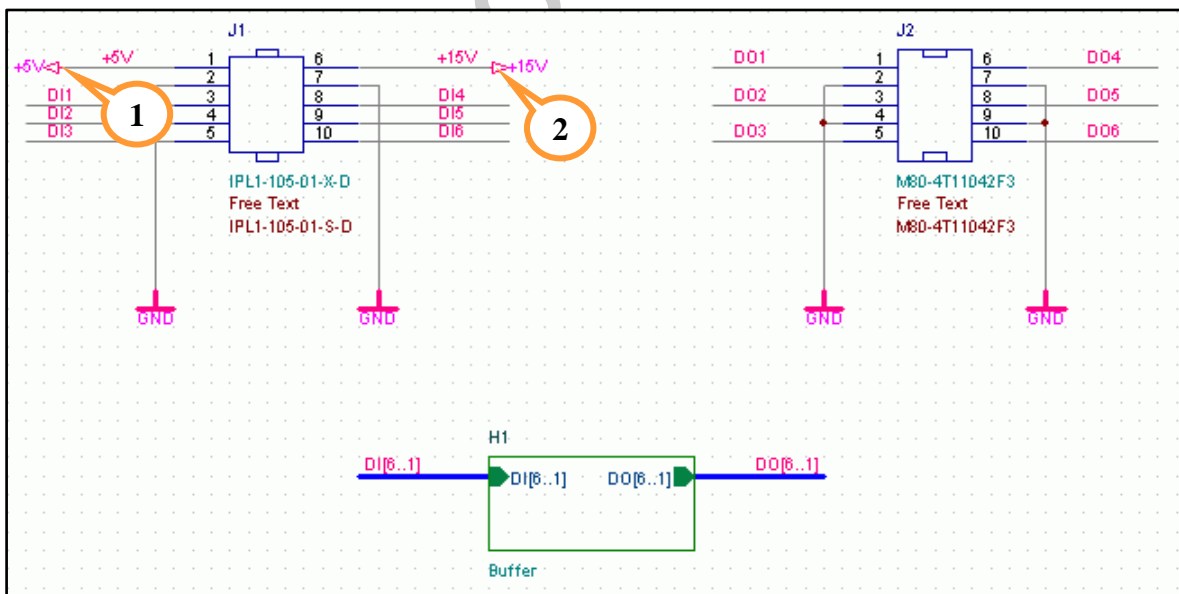
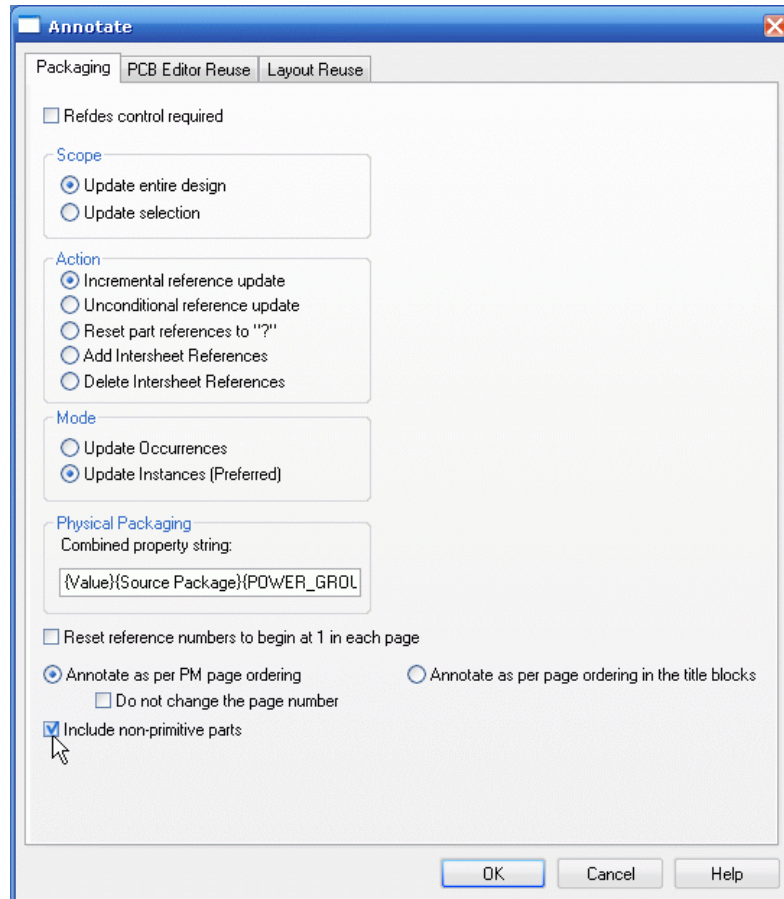
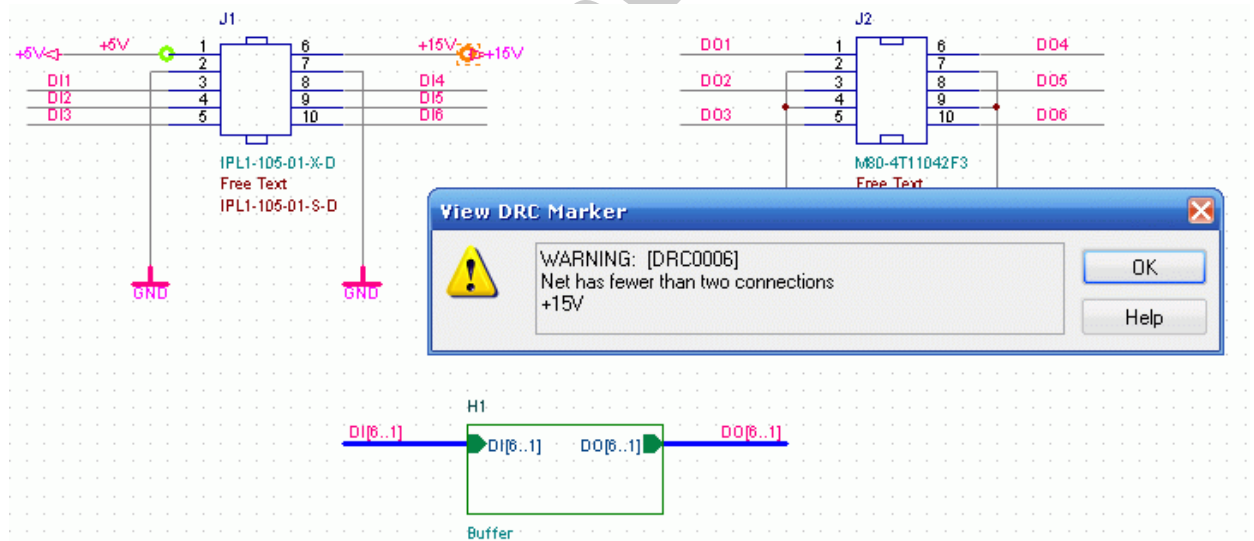

рис. 10-16
рис. 10-17
рис. 10-24
зайне иерархические блоки (рис. 10-17, рис. 10-16).
Не забудьте подключить VCC-соединители к цепям +5V и +15V, как показано на рис. 10-16 ① и ②.
Выполните проверку DRC для схемы, показанной на рис. 10-16. К большому удивлению, мы увидим предупреждение, что цепи питания ни к чему не подключены (рис. 10-24).